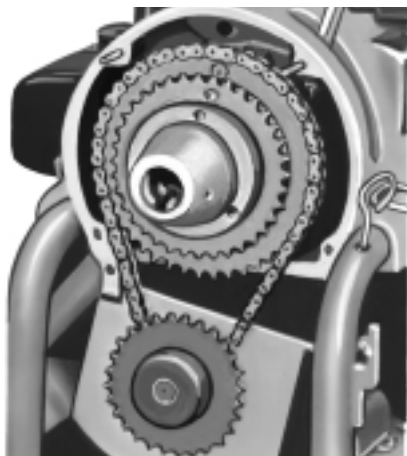

Figure 2 – Chaîne d'entraînement installée sur le gros pignon
3. Mettez la machine au ralenti en mettant la **chaîne d'entraînement** sur le gros pignon (Figure 2).